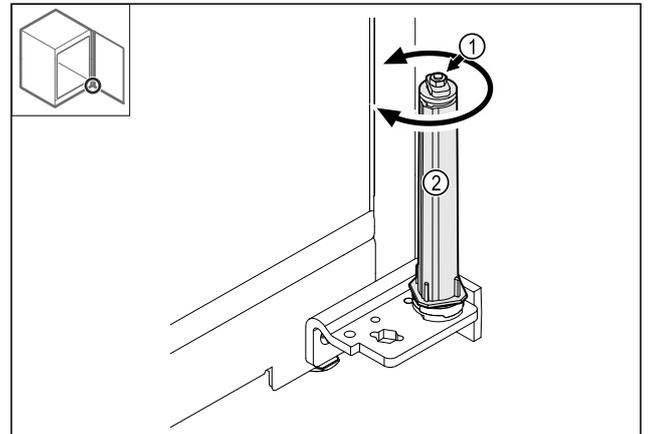

Fig. 43
- ▶ Verschraubung Fig. 43 (1) des Schließsystems nicht zerlegen.
- ▶ Schließsystem Fig. 43 (2) drehen, bis es klickt.